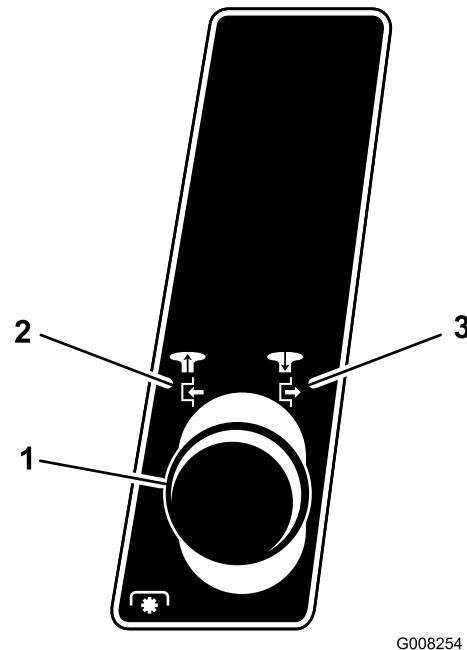

Bild 5
- Ziehen Sie das ZWA-Handrad heraus in die Ausgebaut-Stellung (Bild 5).
- Drücken Sie das Zapfwellenantriebshandrad (ZWA) rein in die Ausgebaut-Stellung (Bild 5).